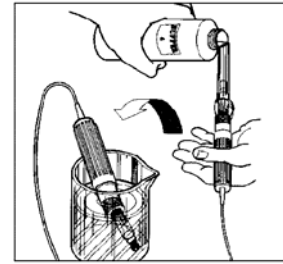

图 21
5. 将 pH 传感器用低缓冲溶液冲洗，然后将传感器放置于洁净容器中。往洁净容器中倒入足量的低缓冲溶液，以浸没传感器顶端。(大约 1") (如图 21 所示)。
7. 倒掉低缓冲溶液。使用中缓冲溶液冲洗 pH 传感器，然后将传感器放置于洁净容器中。向洁净容器中倒入足量的中缓冲溶液，以浸没传感器顶端 (如图 21 所示)。
9. 倒掉中缓冲溶液。使用高缓冲溶液冲洗 pH 传感器，然后将传感器放置于洁净容器中。向洁净容器中倒入足量的高缓冲溶液，以浸没传感器顶端 (大约 1") (如图 21 所示)。